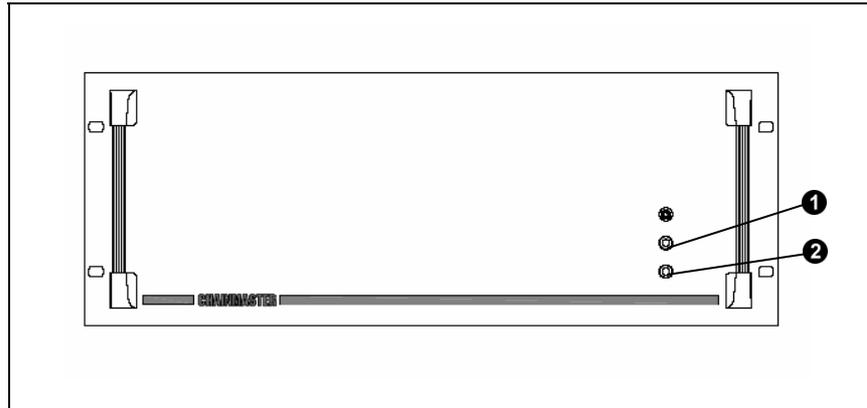

Abb. 2 Frontansicht der 4-Kanal Handsteuerung
Bevor Sie mit den Bewegungen der Kettenzüge beginnen, überprüfen Sie, ob die Anlage durch grünes Leuchten der LED (1) in Abb. 2 auf Seite 20 betriebsbereit ist.